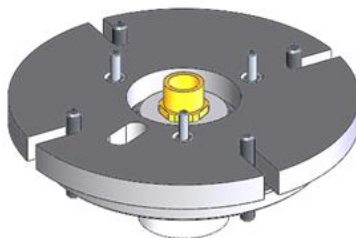

Рисунок 27: Установленное крепежное кольцо
- Установите крепежное кольцо поверх крепежных штифтов в верхней части смесителя, так чтобы смазочный ниппель проходил через имеющийся вырез (Рисунок 27).